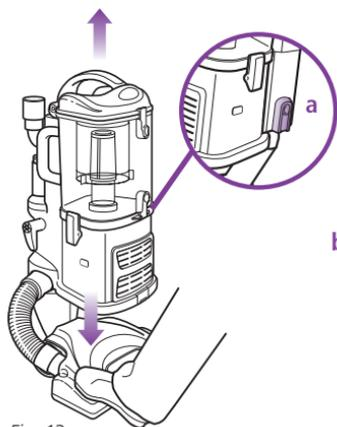

Fig. 13
- 1 Séparez le corps de l'aspirateur portatif *Lift-Away*^{MC} de la brosse à plancher en enfonceant le bouton de dégainement rouge (a) sur le côté de l'appareil. Maintenez la brosse sur le plancher avec votre pied et tirez le corps de l'aspirateur vers le haut. (Fig. 13)